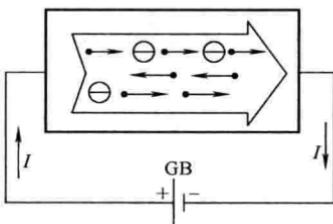

图 6 P 型半导体中载流子运动
(1) P型半导体 在硅(或锗)晶体内掺入微量的三价元素硼B(或铟In、铝Al)，就会产生许多空穴。这是因为硅原子有四个价电子，而硼原子只有三个价电子，它与周围硅原子相联系时缺少一个价电子就形成一个空位，附近共价键中的电子很容易来填补，如图5a所示。硼原子获得一个价电子后成为不能移动的负离子，同时材料中产生一个空穴，但在产生空穴的同时，并不会产生新的自由电子，这与纯净的半导体不同。在这类半导体中，每个硼原子能提供一个空穴。因而空穴数目显著增多。由于热激发，原来硅晶体本身会产生少量的电子—空穴对，有少数自由电子，但空穴的浓度比自由电子的浓度大得多，这类主要靠空穴导电的半导体叫P型半导体。在P型半导体中，空穴是多数载流子，自由电子是少数载流子，同时还有不能移动的负离子，如图5b所示。在外电场作用下，P型半导体中电流主要是空穴电流，如图6所示。